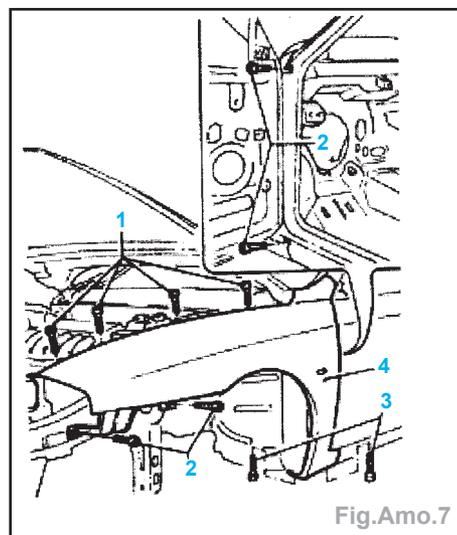

Fig.Amo.7
- le traitement en PVC (4) entre le montant et l'aile à l'aide d'un couteau vibrant (le réchauffer),
- les vis supérieures (1), latérales (2), inférieures (3) et l'aile (4) (Fig.Amo.7).